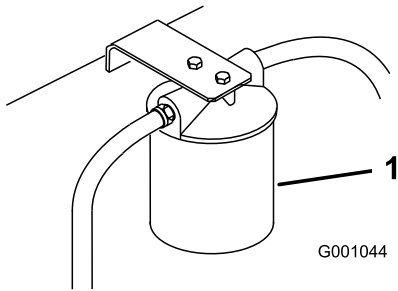

Figure 63
3. Placez un bac de vidange sous le filtre, déposez le filtre usagé et essuyez la surface du joint de l'adaptateur (Figure 63).